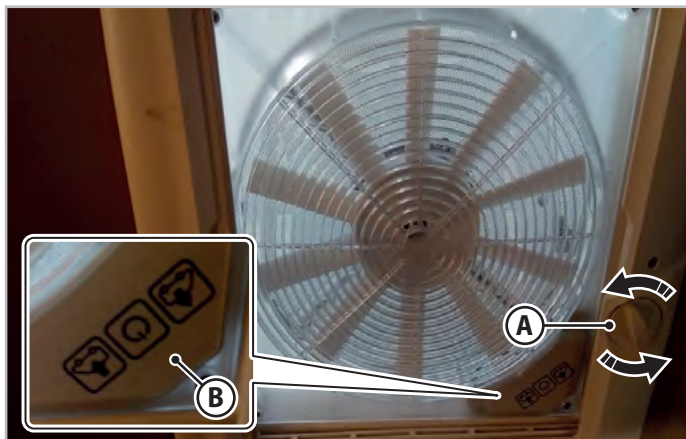

Fig.6.5 - Køje med åbningshåndhjul
Ved at dreje åbningshåndhjulet (A - Fig.6.5) i begge rotationsretninger hæves køjet (til åbning) eller sænkes (til lukning). Du kan justere åbningen af køjet til enhver mellemposition.
For at bruge ventilations- og sugefunktionen skal du åbne køjet med håndhjulet (A - Fig.6.5) og vælge ventilationsfunktionen med luftindtag (IN) eller sugning (OUT) ved hjælp af tastaturet (B - Fig.6.5).